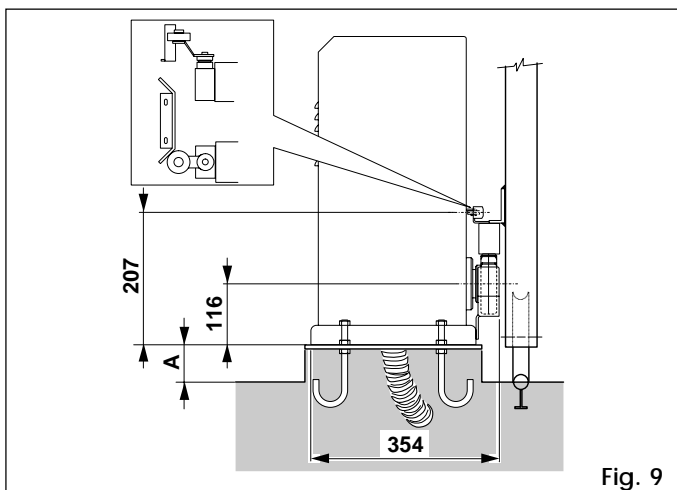

Fig. 9
**Nota bene:** È consigliabile collocare la piastra leggermente rialzata rispetto al livello del terreno fig. 9 rif. A,